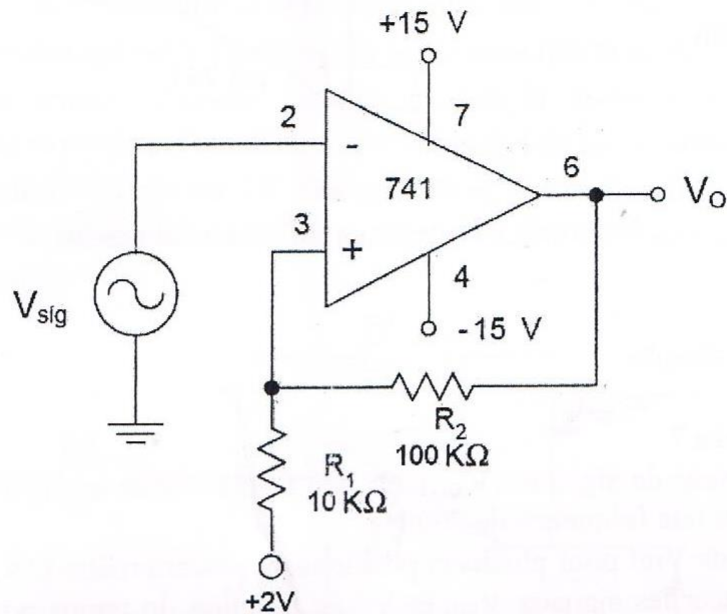

Figure 8 : Schéma électrique du trigger de Schmitt
Se référer à la figure 8
- Construire le circuit du trigger Schmitt montré la Figure 8.